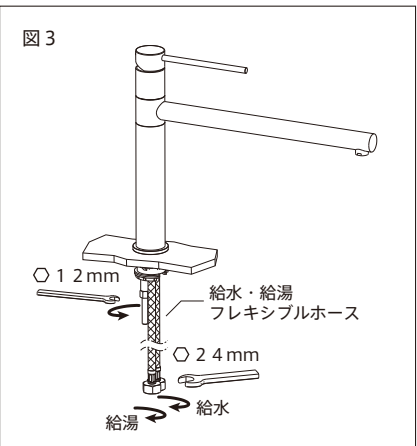

図3
4. 固定ナットを締め付けて固定します。（図3）
5. 給水・給湯フレキシブルホースを止水栓に固定します。（図3）